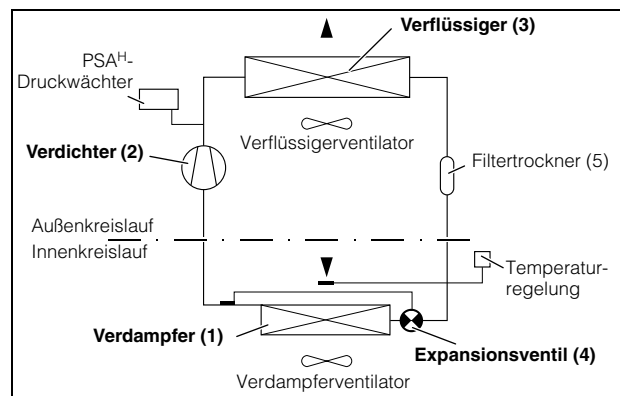

Abb. 2: Kältekreislauf
Das Kühlgerät (Kompressionskälteanlage) besteht aus den vier Hauptbestandteilen (vgl. Abb. 2): Verdampfer (1), Kältemittelverdichter (Kompressor) (2), Verflüssiger (Kondensator) (3) sowie dem Regel-